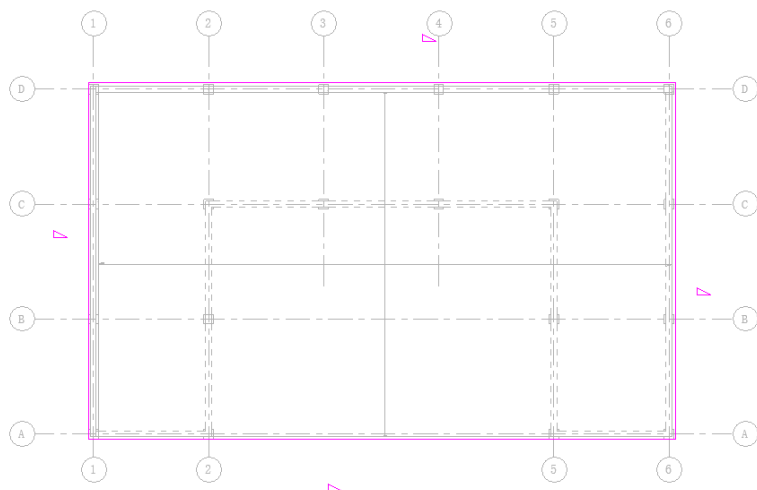

图 11-55 定义坡度
(4) 在视图中选中任意屋顶迹线，打开如图 11-54 所示的“属性”选项板，更改屋顶边界的属性来定义其坡度、悬挑、偏移和其他属性，这里勾选“定义屋顶坡度”复选框，如图 11-55 所示。